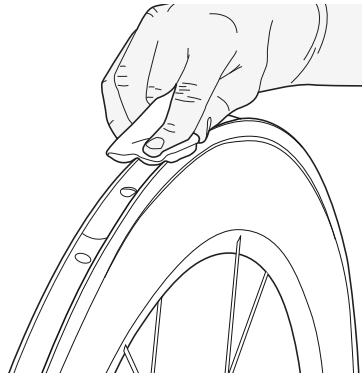

Figura 30. Limpie la zona lijada de la llanta con un paño limpio y una pequeña cantidad de acetona para aplicar el pegamento.
5. Aplique una pequeña cantidad de acetona con un paño limpio (Figura 30).